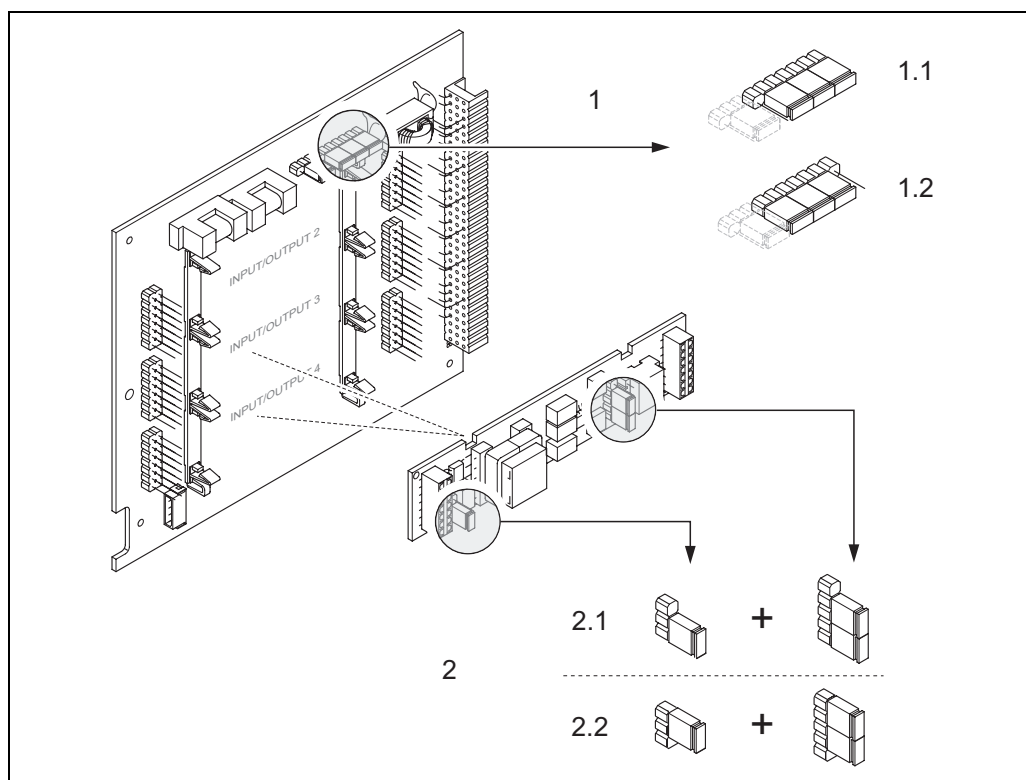

Fig. 29: Configurando as saídas de corrente com a ajuda de conectores (placa I/O)
3. Ajustar os conectores → Fig. 29